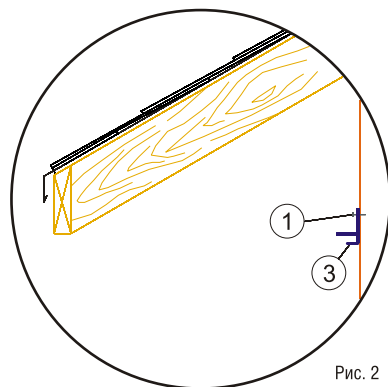

Рис. 2
1.1 При отсутствии направляющих брусков, закрепите на стене F-планки ③ (рис. 2).